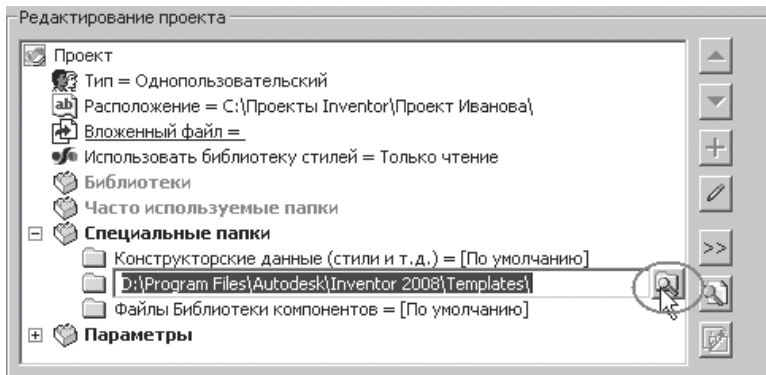

Рис. 1.11
4. Щелкните по кнопке справа от предложенного системой пути к шаблонам (рис. 1.11).